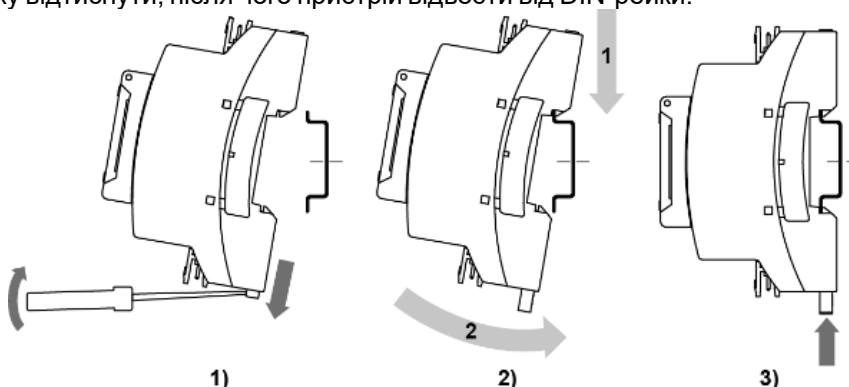

Рисунок 5.2 – Монтаж пристрою
2. Вставивши викрутку у вушко, відтягнути заціпку (див. рисунок 5.2, 1). Пристрій установити на DIN-рейку.
3. Пристрій притиснути до DIN-рейки (див. рисунок 5.2, 2, стрілки 1 і 2). Викруткою повернути заціпку у початкове положення.